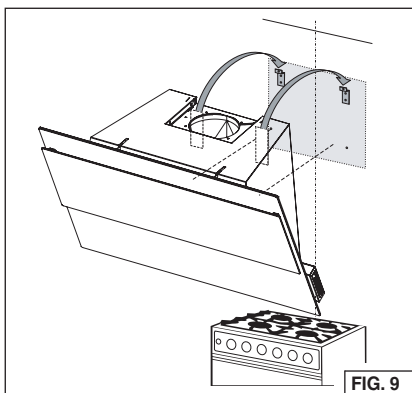

FIG. 9
4. Instale la campana en (2) soportes de montaje de la pared. Asegúrese de que la campana esté nivelada con el piso. Fig. 9.